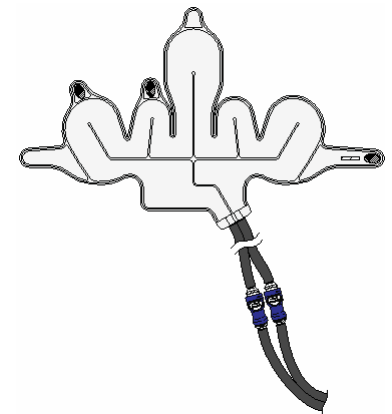

Figura 12. Cuffia di raffreddamento collegata al tubo flessibile di
3. Il dispositivo chiederà all'utente di collegare la cuffia di raffreddamento al tubo per la terapia. La cuffia di raffreddamento si collega al tubo per la terapia unendo i due connettori come mostrato nella Figura 12. Premere **PROCEED** (Procedi) .